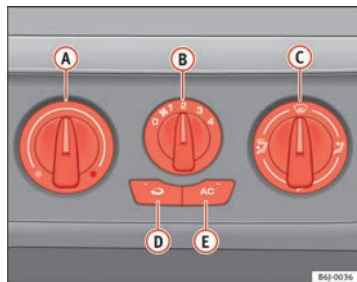

Fig. 95 Comandos do Ar Condicionado no painel de instrumentos
- Desligue o sistema de refrigeração com o botão ⇒ Fig. 95 **AC** (apaga-se o aviso luminoso do botão).
No modo de recirculação de ar $\Rightarrow$ Fig. 95  (acende-se um aviso no botão) evita-se a entrada de cheiros fortes no habitáculo, como os que são frequentes por exemplo na travessia de um túnel ou num engarrafamento.